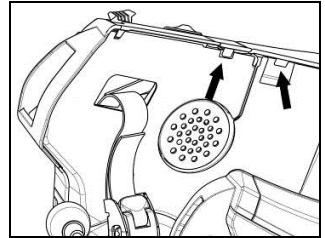

Abb. 13
- Positionieren Sie den Plastiküberzug des Wangenteils so, indem Sie ihn hinter den beiden Anschlaghaken anbringen (Abb. 13).